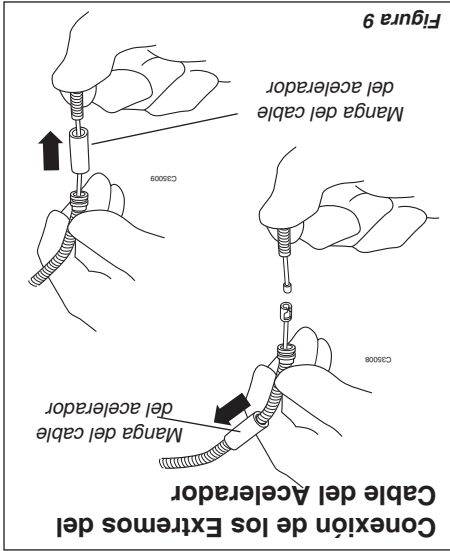

Figura 9
4. Conecte los extremos de los cables del motor y del acelerador. Ver la figura 9.
5. Centre la manga del cable del acelerador sobre el empalme de los cables y coloque el ensamblado en el cable conector del acelerador. Ver figura 9, 10.